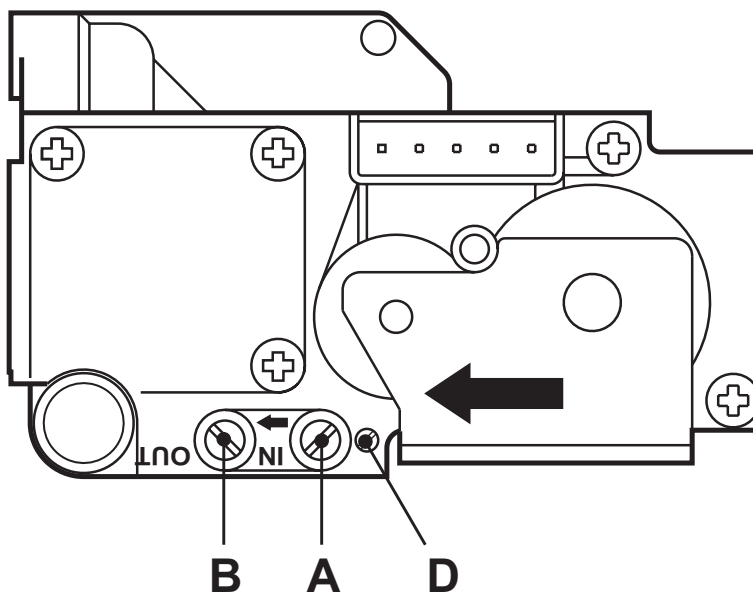

рис. 16 - Газовый клапан
- Подключите надлежащий манометр к контрольной точке "В" рис. 16, расположенной после газового клапана.
- Отрегулируйте минимальное давление с помощью регулировочного винта "D" рис. 16, поворачивая его по часовой стрелке для уменьшения и против часовой стрелки для увеличения.